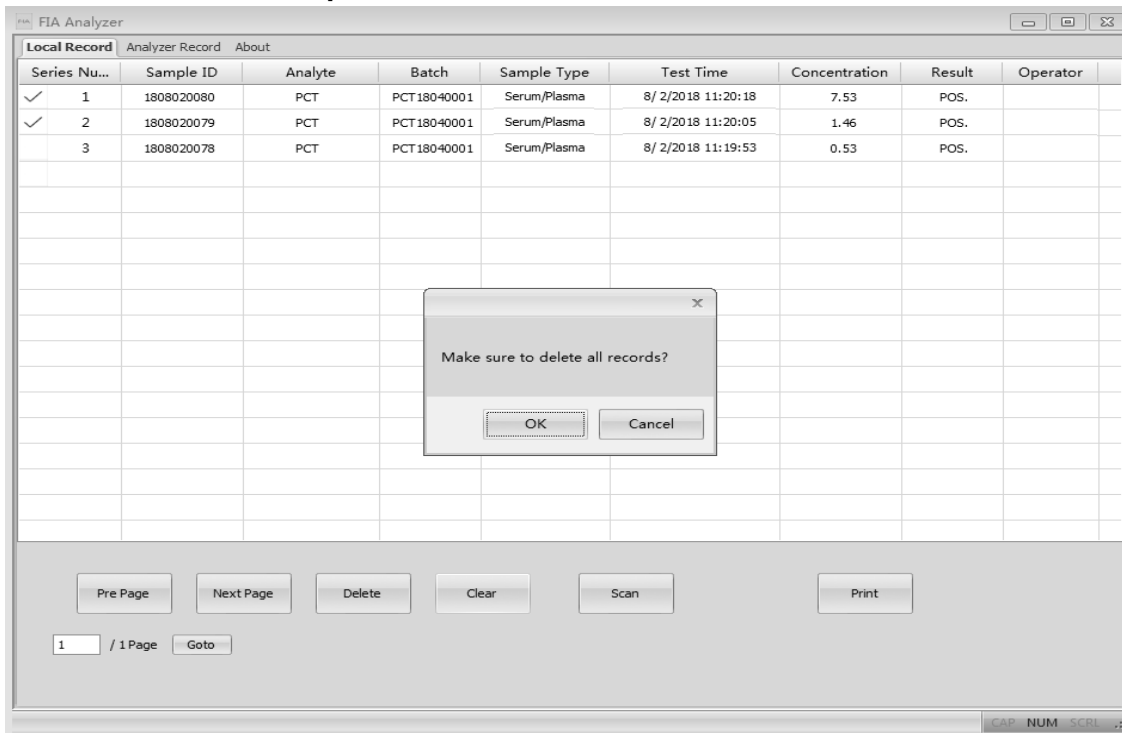

Fig 42
- **“Clear”**: cliccare su **“Clear”** per cancellare tutte le registrazioni dal sistema. (Rif Fig 42). Si otterrà un prompt per confermare l'operazione. Una volta che si clicca su **“OK”**, tutti i dati verranno cancellati.